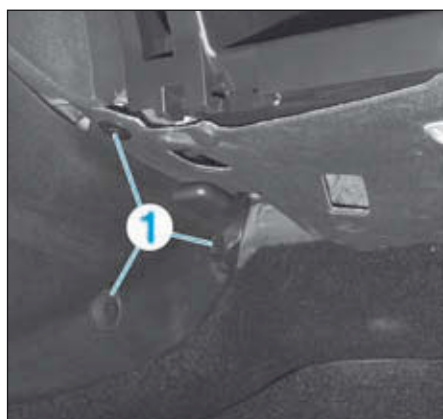

FIG.1
- Déposer les agrafes (1) (Fig.1).